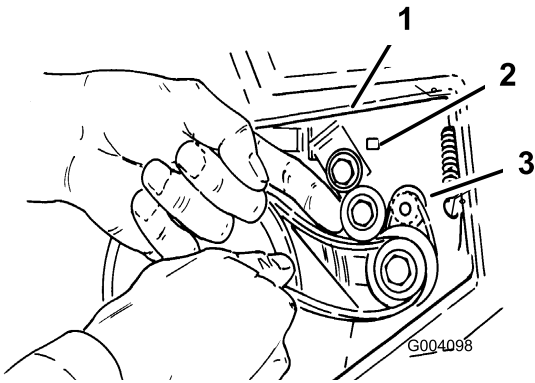

Figure 20
5. Schuif de nieuwe riem op de kleine poelie (Figure 20).
6. Til de arm van de spanpoelie omhoog en schuif de riem onder spanpoelie (Figure 20).